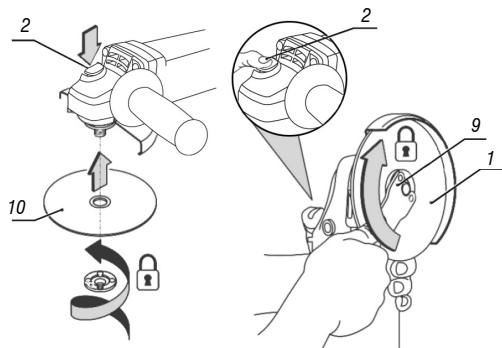

Fig. 8 – Cambiando el disco
- f. Coloque la tuerca en el eje y apriétela con la llave (9), Fig. 8.